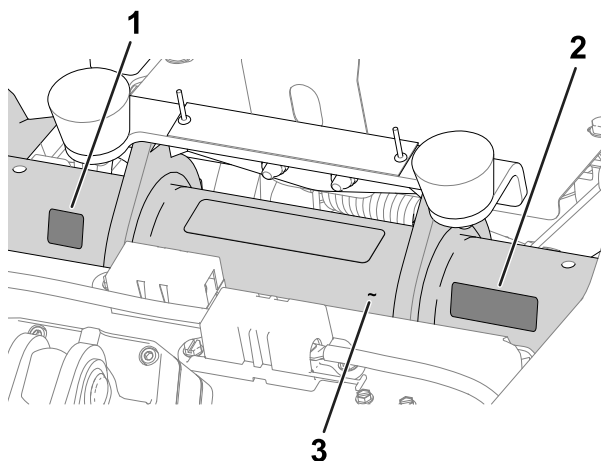

Figura 16
- **Autocolante do ano de fabrico e autocolante CE/UKCA:** aplique os autocolantes no tubo da estrutura por baixo do banco e da placa do número de série; consulte a Figura 16.